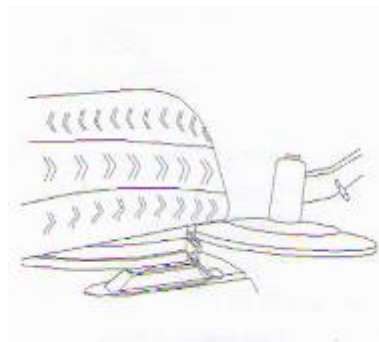

Рис. 15
1. Повернув опору, установить диск отрыва борта под шиной рядом с бортом шины, не касаясь его (рис. 15).